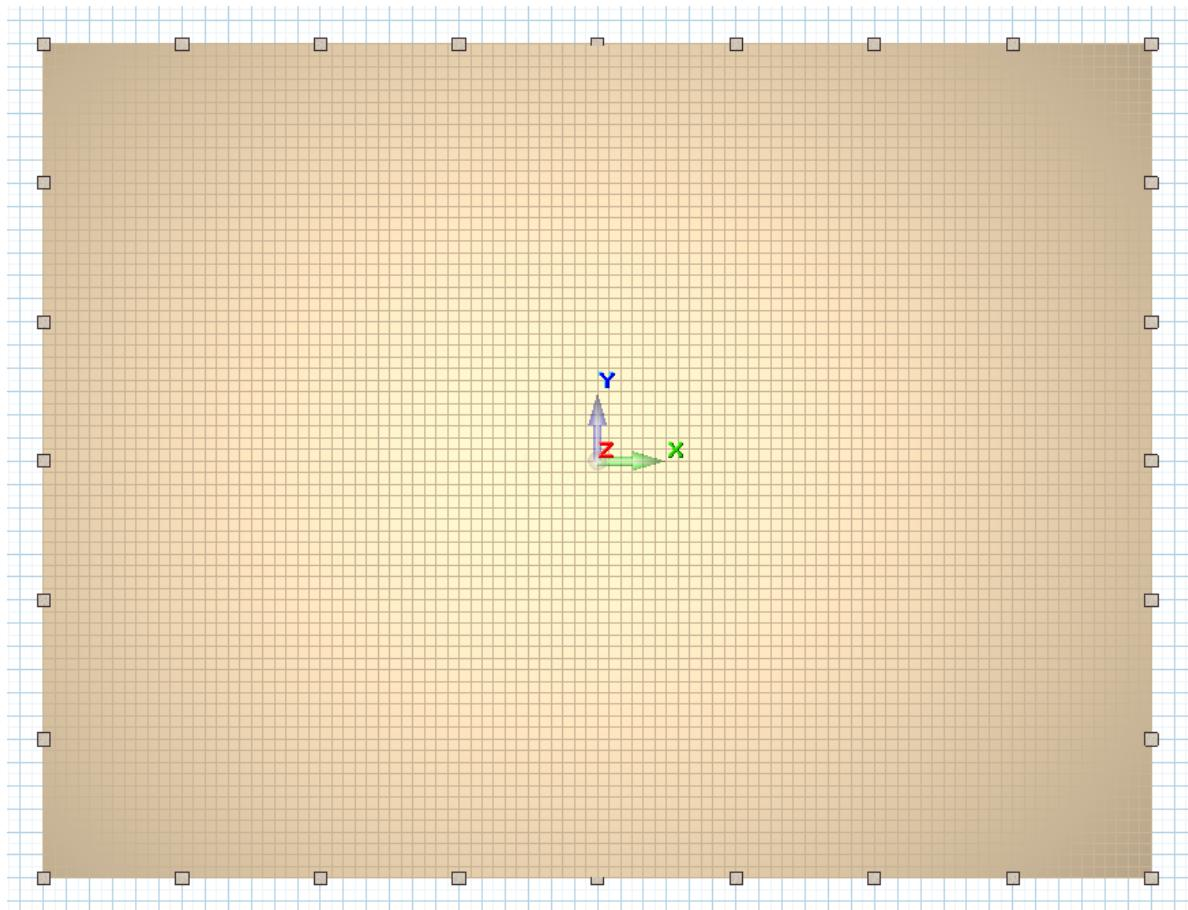

Рис.3.2. Схема расстановки колонн по периметру оболочки
- Произведите расстановку колонн с шагом 6м по периметру оболочки с помощью щелчка левой кнопки мышки (рис.3.2)